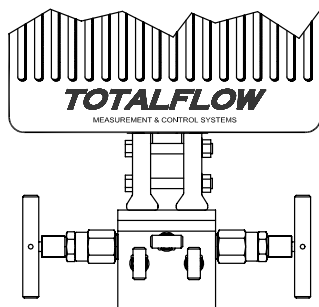

Рис. 3 (Типовая установка коллектора)
5. Прикрепите коллектор к днищу устройства; отверстие, расположенное с правой стороны устройства, ОБЫЧНО является отверстием высокого давления (сторона всасывания). Проверьте номер модели АМУ, чтобы выяснить, предназначена ли модель для потока с направлением слева направо (4СУС) или справа налево (4АУС). Кроме того, можно посмотреть на датчике маркировку (Н или +) для стороны высокого давления и маркировку (L или □) для стороны низкого давления. Для коллекторов с непосредственной установкой направление потока чрезвычайно важно. (Типовую конфигурацию коллектора см. на рис. 3).